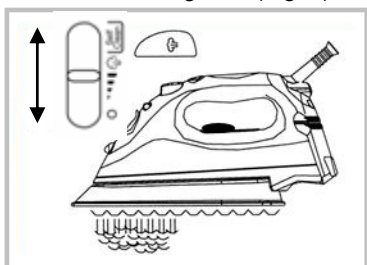

Fig. 2
- Coloque el control de temperatura en cualquiera de las temperaturas dentro de la banda de vapor y espere a que la plancha se caliente por unos dos (2) minutos antes de usarla. Apoye la plancha en posición vertical (en una superficie estable y protegida) hasta que se caliente a la temperatura seleccionada.
- Gire el control variable de vapor hacia la derecha para aumentar la cantidad de vapor. Al usar más vapor, la plancha usa más agua y podría ser necesario rellenarla más seguido. (Fig. 2)